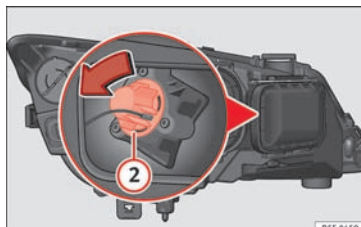

Fig. 107 Blinklyspære
- Drej pæreholderen » **Fig. 107 ②** mod venstre, og træk i den.